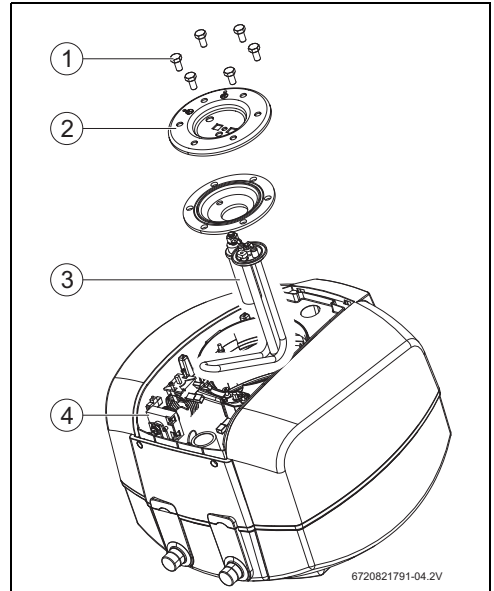

Fig. 14 Acesso e identificação dos componentes internos
- ▶ Pressionar completamente o botão (Fig. 14, [4]).